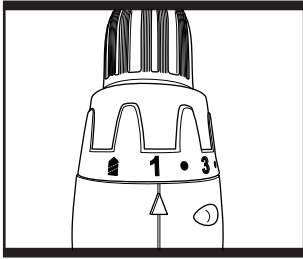

Fig. 6
5. TORQUE ADJUSTMENT (Fig. 6 & 7)